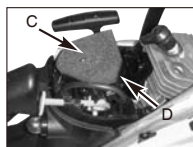

Bild. 15B
- Heben Sie den Luftfilter (C) aus dem Luftkasten (D) heraus (Bild. 15B).